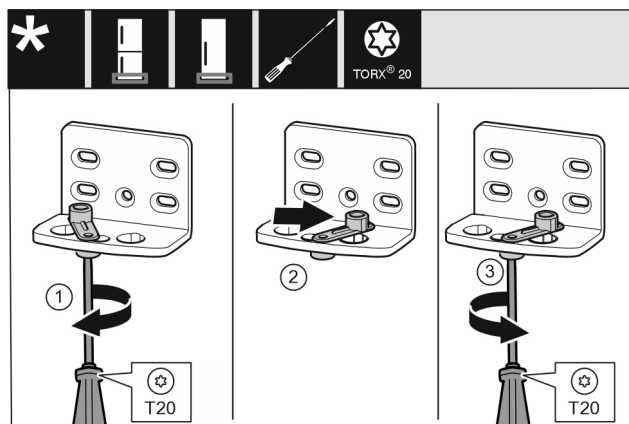

Fig. 13
- ▶ Odvijačem T20 labavo zavijte vijak. Fig. 13 (1)
- ▶ Podignite pomagalo za zatvaranje vrata i okrenite ga za 90° udesno u provrt. Fig. 13 (2)
- ▶ Odvijačem T20 čvrsto pritegnite vijak. Fig. 13 (3)